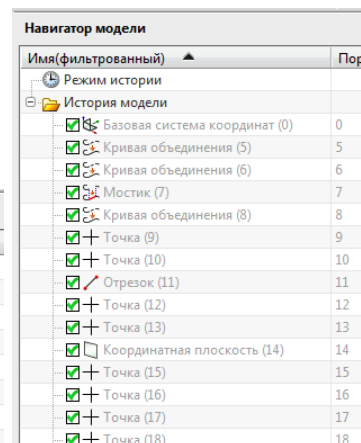

рис.92
- Представьте, что у вас есть «длинный» навигатор модели (НМ), как на рис.92. И в длинном списке различных команд вы, например, забыли после 14-й операции построить ещё одну вспомогательную плоскость. Как быть?
- Поставьте курсор в НМ на строку 14-й операции, КМ, и команда «**Сделать элемент текущим**» (рис.92а).
Рис.92а